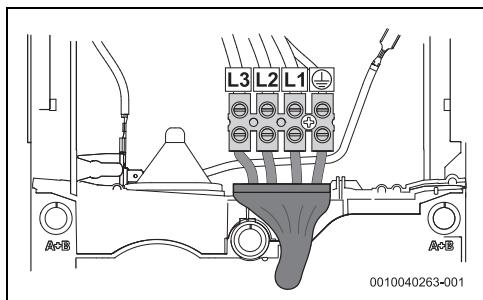

Rys. 134 Podłączenie od góry
- Podłączenie od góry (rys. 134)